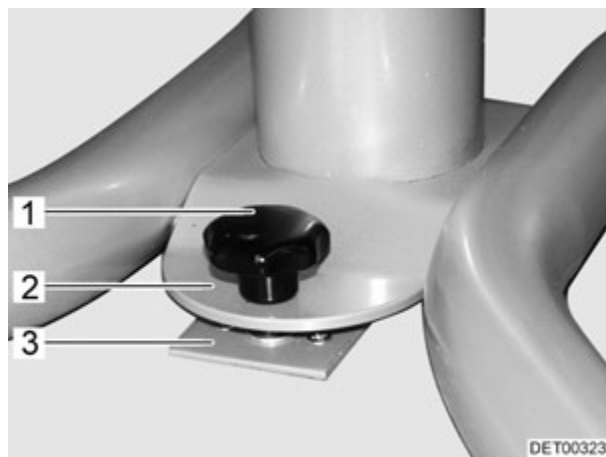

Fig. 64 Bloqueo mesa fija
- Colocar la mesa fija con la placa con agujero (Fig. 64,2) sobre la sujeción (Fig. 64,3).
- Desplazar la mesa fija de tal manera que el tornillo de sujeción (Fig. 64,1) pueda atornillarse en la sujeción (Fig. 64,3).